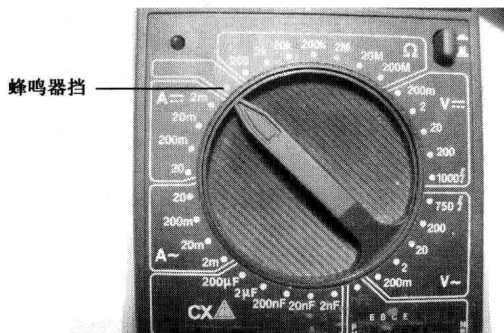
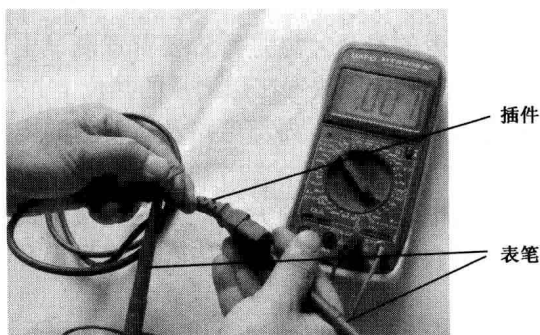

图1-44 将量程开关拨至蜂鸣器挡
图1-45 线路通/断的测量
(6) 线路通/断的测量：按图 1-44 所示将量程开关拨至蜂鸣器挡，红表笔插入“V/ Ω ”孔，黑表笔插入“COM”孔。将红、黑表笔放在要检查的线路两端，如果万用表发出声音，表示连线相通；否则，（万表表显示“1”）为线路断。线路通/断的测量如图 1-45 所示。